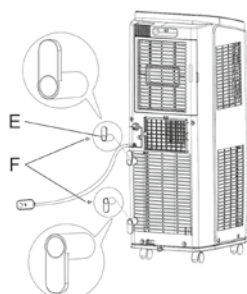

Abbildung 18
- 1 Montieren Sie die mitgelieferten Kabelhaken E mit den Schrauben F (siehe Abbildung 1) auf der Rückseite der Klimaanlage (siehe Abbildung 18).